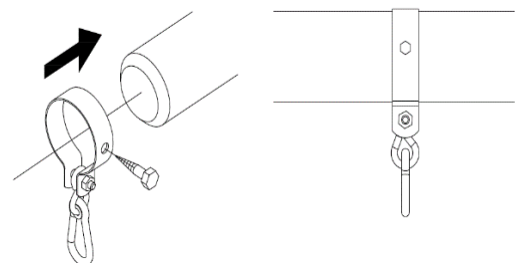

Figura 3
19. Corretta installazione della staffa dell'altalena sulla traversa di sostegno in legno (Figura 3). La vite in legno 8x40 Zn necessaria per il fissaggio del prodotto non è inclusa nel set di fissaggio.